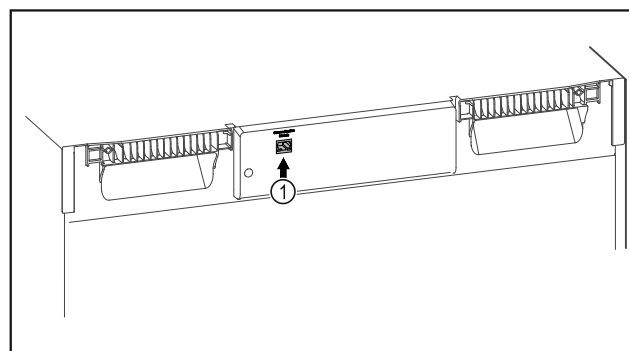

Fig. 121
- ☐ SmartModule Fig. 121 (1) inserito.